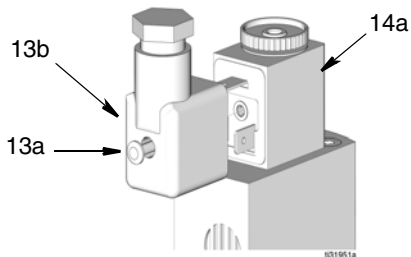

FIG. 31
4. Ricollegare il connettore DIN (13b) al connettore della valvola a solenoide (14a) (FIG. 31).
5. Serrare la vite (13a) sul retro del connettore mini DIN della valvola a solenoide (13b) (FIG. 31).